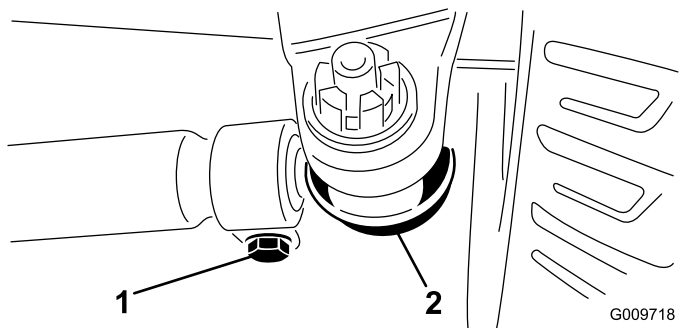

Figura 48
2. Para ajustar, retire la chaveta y la tuerca de cualquiera de las articulaciones esféricas de la biela (**Figura 48**). Retire la articulación esférica de la biela del soporte del eje.
3. Afloje las abrazaderas en ambos extremos de las bielas (**Figura 48**).
4. Gire la articulación esférica retirada hacia dentro o hacia fuera una (1) revolución completa. Apriete la abrazadera en el extremo suelto de la biela.
5. Gire el conjunto completo de la biela en el mismo sentido (hacia dentro o hacia fuera) una (1) revolución completa. Apriete la abrazadera en el extremo conectado de la biela.